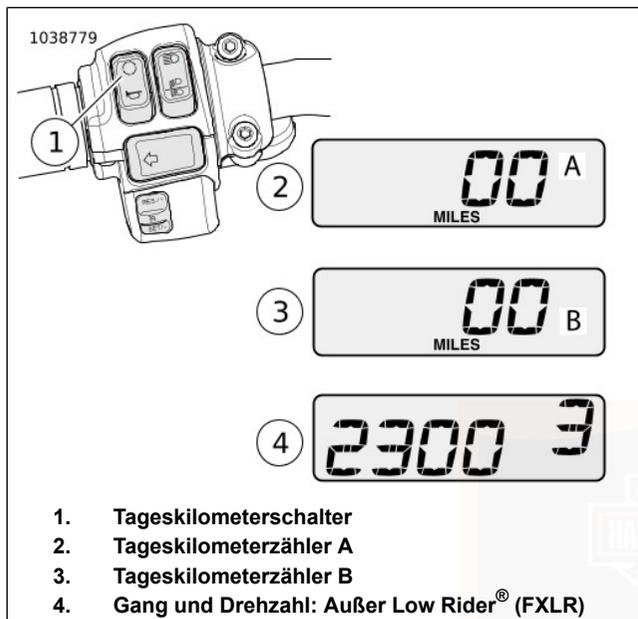

Abbildung 29. Tageskilometerzähler, Drehzahlmesser und Ganganzeige
Siehe Abbildung 29. Um den Kilometerstand des Tageskilometerzählers anzuzeigen oder zurückzustellen, muss der Motorbetriebsschalter in der Stellung RUN (Betrieb) sein. Den Tageskilometerschalter (1) so oft betätigen, bis die gewünschte gespeicherte Tageskilometerzahl – Speicherplatz
Siehe Abbildung 29. Durch mehrmaliges Drücken des Tageskilometerschalters kann die Anzeige des Kilometerzählers geändert werden. Der Drehzahlmesser zeigt die Motordrehzahl in Umdrehungen pro Minute (U/min) an.